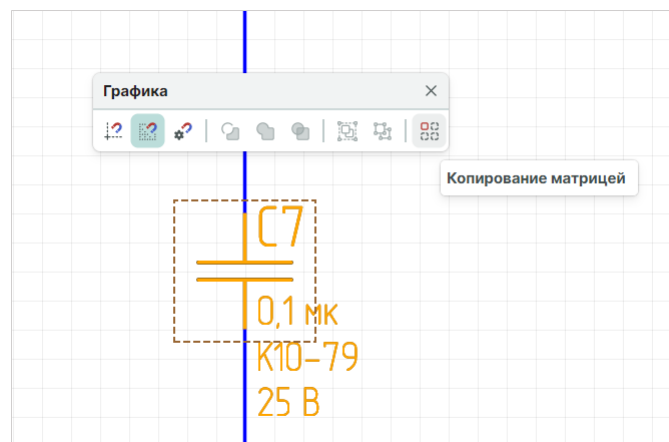

Рис. 216 Копирование объекта матрицей
- Выберите инструмент «Копирование матрицей» на панели инструментов «Графика», см. Рис. 216.